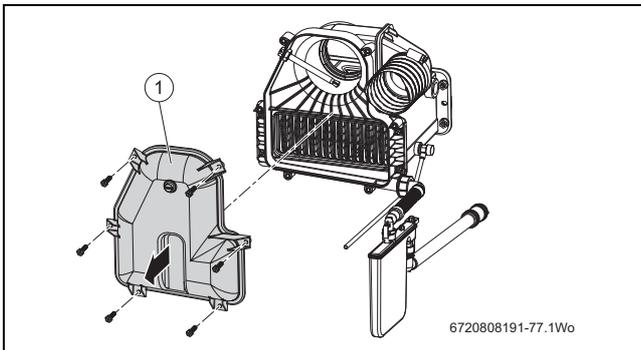

Fig. 44 Accès à l'échangeur thermique secondaire
- ▶ Remonter le couvercle d'accès au collecteur de la conduite d'évacuation des fumées [1], fig. 44, page 29 et fixer avec les vis.